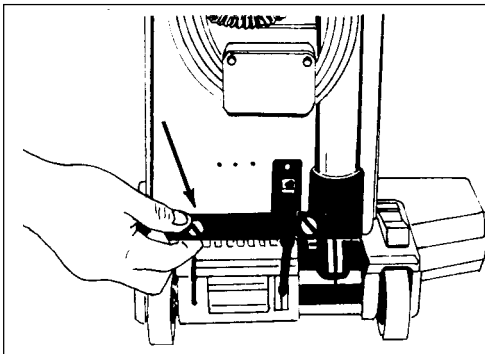
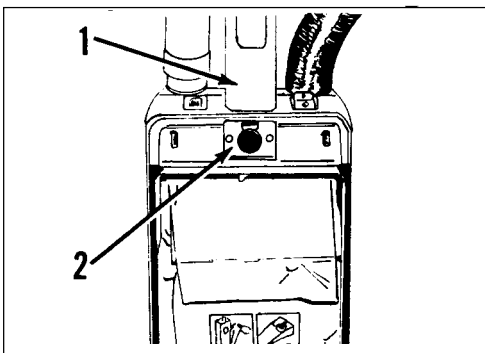

Figure 10
Figure 11
- c. There are two hinges with slots on the bottom of the tank housing (1). See figure 10. Put the tank housing on the pivot bracket. Slide the tank housing back until the slots fit around the front edge of the pivot bracket.
- d. Install the holding screws (2). See figure 10.
- b. Put the handle tube in the opening in the top of the tank housing (1).
- c. Put the thumbscrew through the hole in the front of the tank housing (2).
- d. Tighten the thumbscrew. To tighten the thumbscrew, turn it clockwise. See figure 11.
- c. Deux charnières à encoche se trouvent sur la face inférieure du réservoir. Voir figure 10. Placer le réservoir sur le support pivotant. Faire glisser le réservoir vers l'arrière jusqu'à ce que les encoches s'engagent dans l'arête antérieure du support pivotant.
- d. Placer et serrer les (2) vis moletées . Voir figure 10.
4. Fixer l'ensemble du timon au réservoir. Pour ce faire, suivre la procédure ci-après. Voir figure 11 :
- b. Engager le timon dans l'ouverture située au sommet du réservoir (1)
- c. Introduire la vis moletée dans le trou situé sur la face avant du réservoir (2).